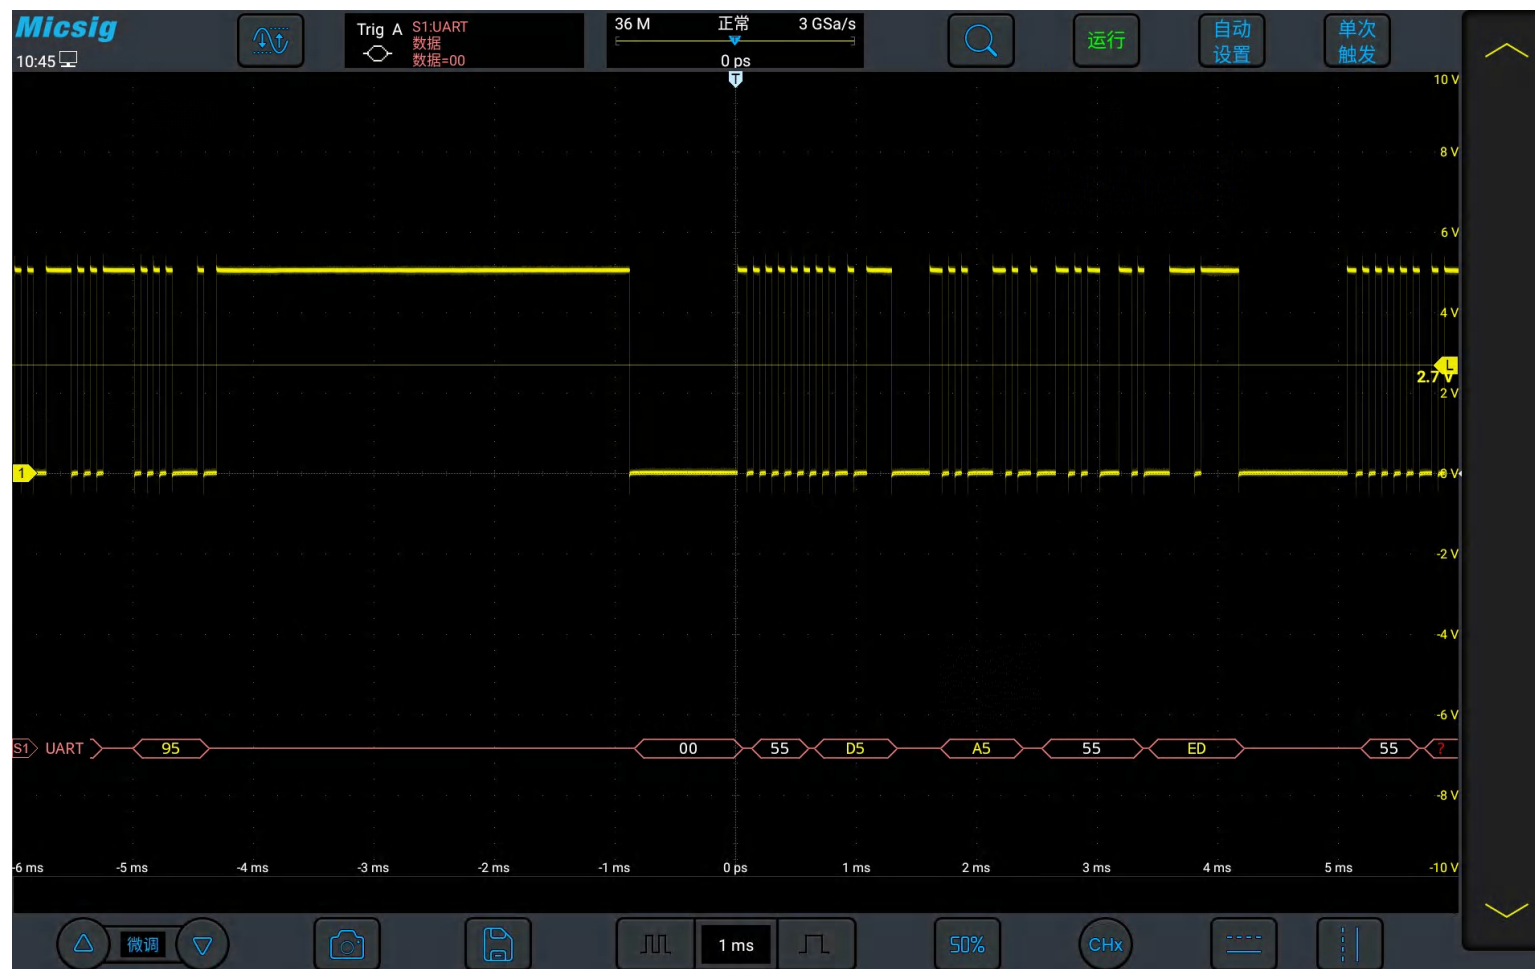

图 12-7 UART 解码阈值电平调节
- (1) 轻点 S1 打开解码通道，向左轻扫 S1 打开总线配置菜单；
- (2) 选择总线类型为“UART”，依次点选“Ch1”，“空闲高”，“校验无”，“8bit”，“9.6kb/s”，显示“十六进制”，然后关闭菜单；
- (3) 打开触发方式设置菜单，点选“数据”，条件设为“=”，数据内容手动输入 00，按“enter”确定；
- (4) 根据信号的幅值电平调节阈值电平使信号稳定触发。UART 触发图形界面见图 12-7：